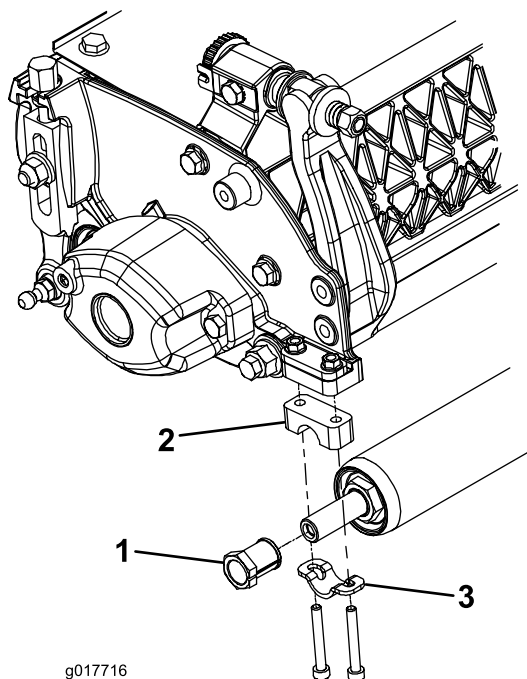

Bild 2
3. Klopfen Sie den Welleneinsteller leicht auf die Rollenwelle (Bild 2).
4. Befestigen Sie den Welleneinsteller und die Rollenwelle mit einem neuen Rollendistanzstück, einem neuen Rollenhalter und der Beilagscheibe, den Schrauben und Muttern, die Sie vorher entfernt haben, lose am Montageflansch der Seitenplatte (Bild 2).